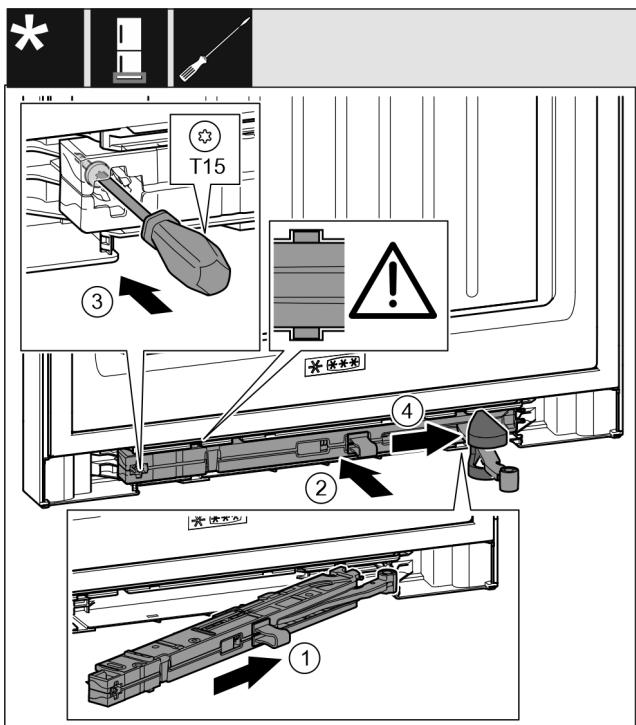

Fig. 46
- ▶ Вкарайте блока на затварящия демпфер от страната на лагерната стойка докрай под ъгъл в отвора. Fig. 46 (1)
- ▶ Вкарайте изцяло блока на затварящия демпфер в отвора. Fig. 46 (2)
- ▶ Затегнете винта с отвертка T15. Fig. 46 (3)
- ▶ Вкарайте капака върху шарнира. Fig. 46 (4)